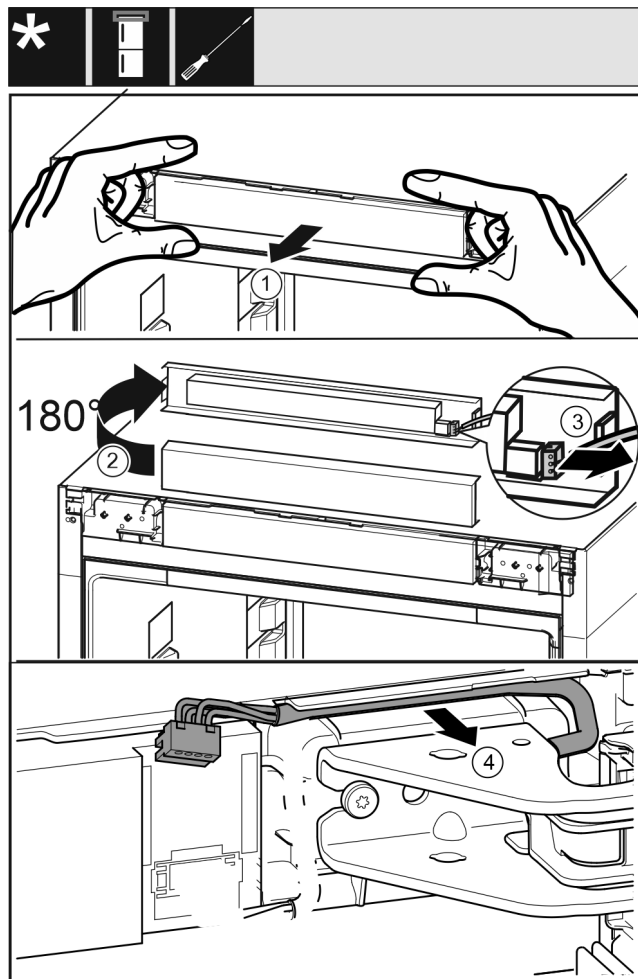

Fig. 19
- Rimuovere con cautela in avanti il pannello di comando. Fig. 19 (1)
- Ruotare verso l'alto di 180° il pannello di comando. Fig. 19 (2)
- Spingere all'indietro il nasello di arresto ed estrarre con cautela il connettore. Fig. 19 (3)
- Staccare con cautela dalla guida il cavo sopra il blocco di supporto. Fig. 19 (4)